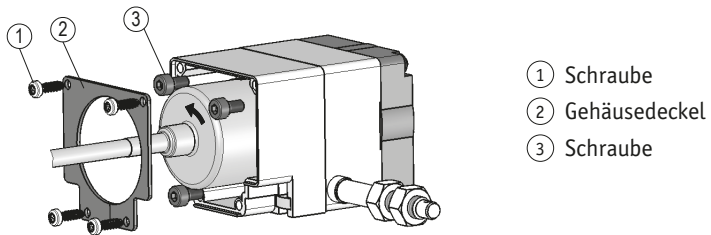

Abb. 9: Justage Inkrementalgeber
2. Potentiometer Pe ③ drehen, bis eine Ausgangsspannung 10 V gemessen wird.
5.4 Justage Inkrementalgeber (Abb. 9)